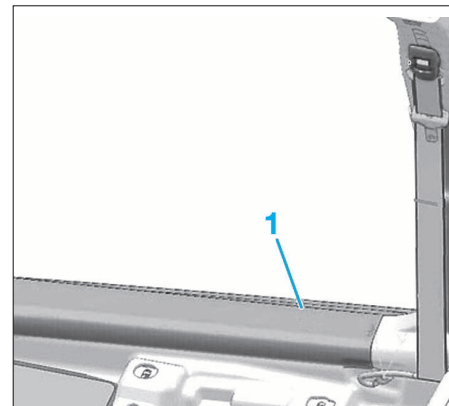

FIG. 22
- Déposer la garniture de seuil (1) (Fig.22).